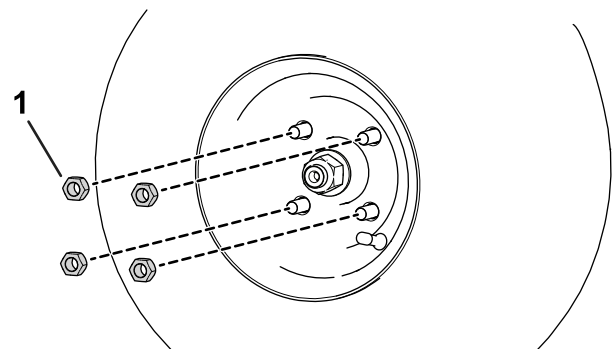

Bild 1
1. Lösen und entfernen Sie die Radmuttern (Bild 1).